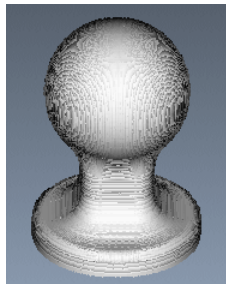

图 7.1.19 NC 检测结果
Step1. 在  菜单中选择  命令，系统弹出“VERICUT 7.1.5 by CGTech”窗口。单击  按钮，观察刀具切割工件的运行情况，结果如图 7.1.19 所示。